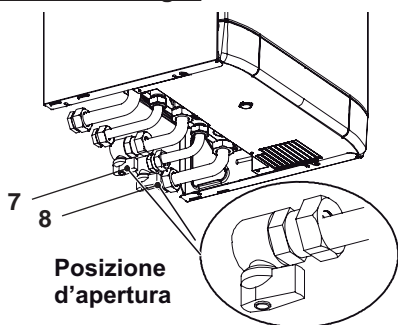

Fig. 6.1
- Aprire il rubinetto del contatore gas e quello della caldaia 7 in Fig. 6.1.
- Aprire il rubinetto 8 in Fig. 6.1.